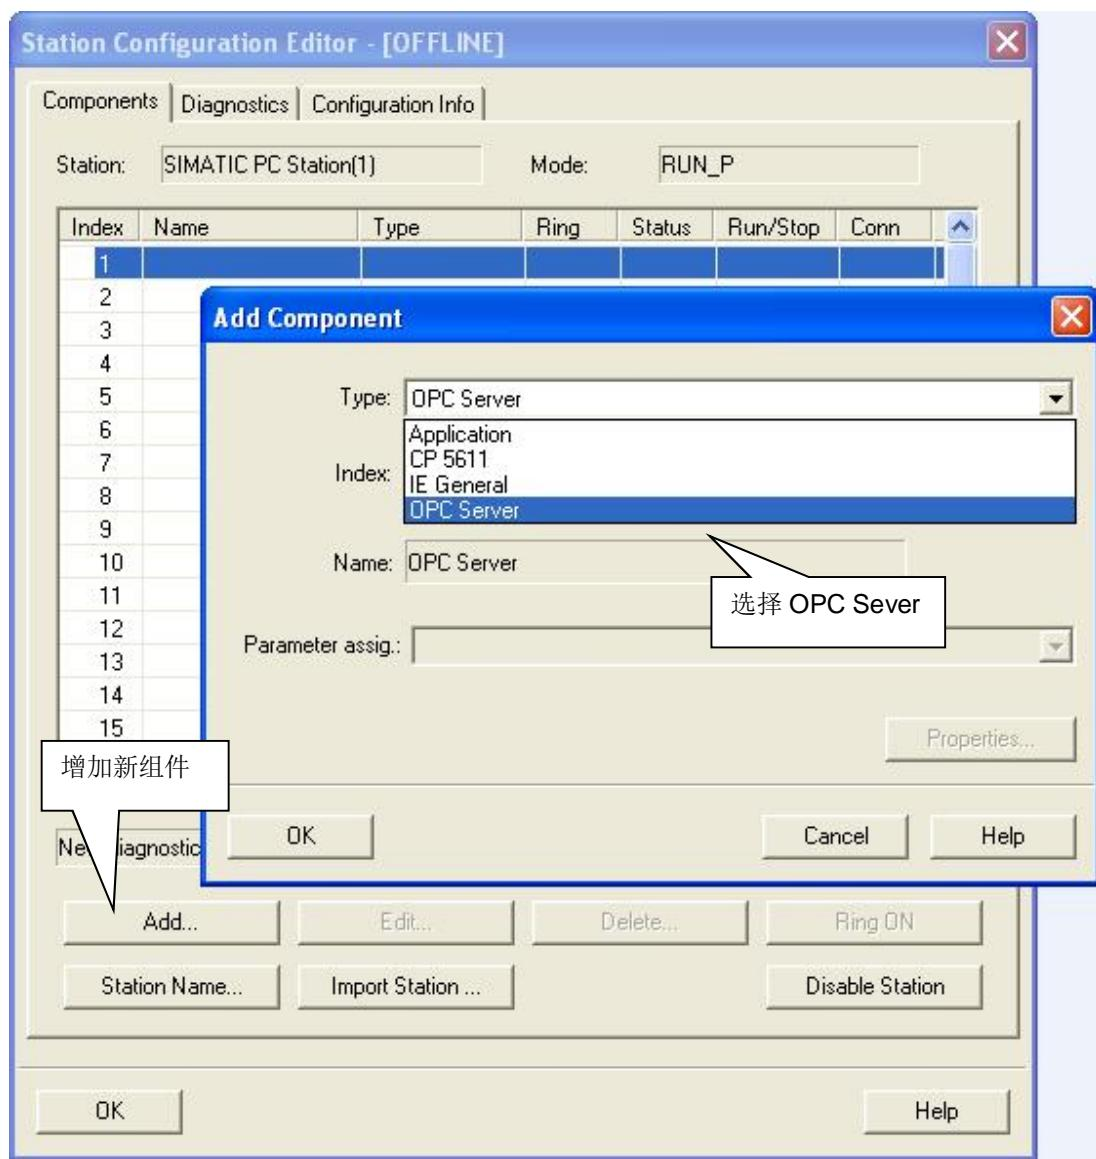

图 6 插入 OPC Server
- ① 点击右下角的图标 ，进入 PC Station 硬件机架组态界面。
- ② 选择第一号插槽，点击 Add 按钮或鼠标右键选择添加，在添加组件窗口中选择 OPC Server，如图 6 所示。